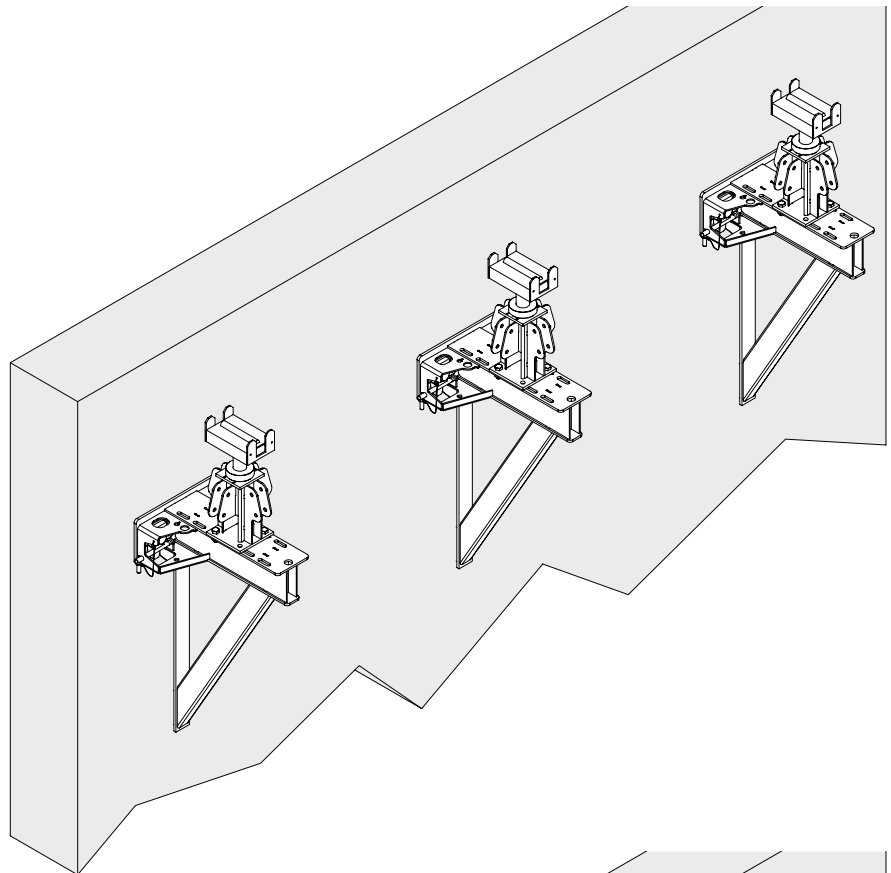

Fig. D2.11
1. Ripetere lo stesso procedimento per ogni mensola di travi di orditura primarie Alpha. (Fig. D2.11)